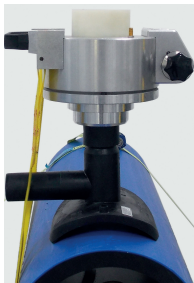

Abb. 7
- Richten Sie nach Abb. 7 das FRIALEN TL-Sattelformstück **(8)** mit dem FRIATOP Aufspanngerät an der zur Schweißung vorbereiteten Stelle am Rohr aus.